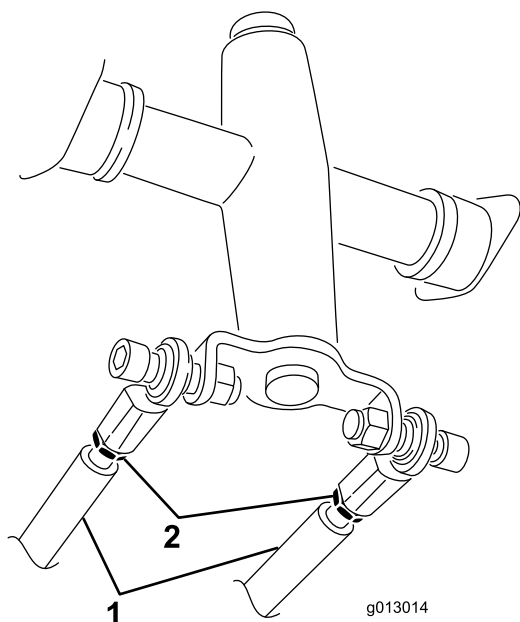

Figura 54
3. Afloje las contratueras de las varillas de tracción, debajo del panel de control (Figura 54).